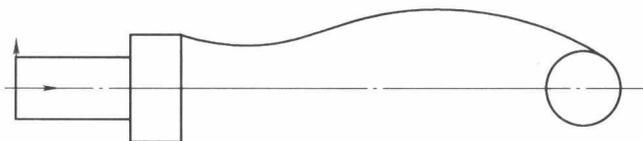
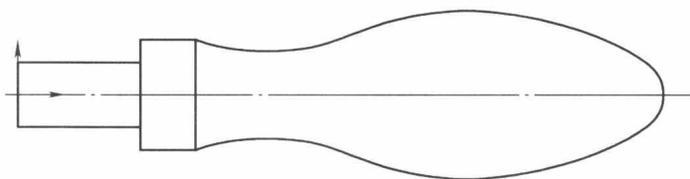

图 1-17 裁剪和删除多余部分
图 1-18 镜像操作结果
命令，裁剪和删除多余部分，如图 1-17 所示。
6) 平面镜像。单击主菜单中的【修改】→【镜像】，或者单击工具栏里的【镜像】按钮，在【立即菜单】中选择【拷贝】选项，根据状态栏提示依次选取要镜像的直线段，单击右键，拾取要镜像的直线（中心线），单击右键确定。完成图 1-17 所示图形的镜像操作，结果如图 1-18 所示。